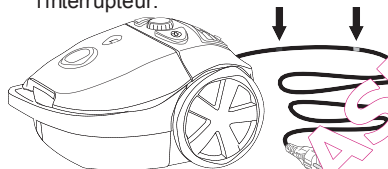

Figure 5 Marques sur le cordon
5. Le cordon porte une marque jaune et une rouge; voir la figure 5. Déroulez le cordon jusqu'à la marque jaune.